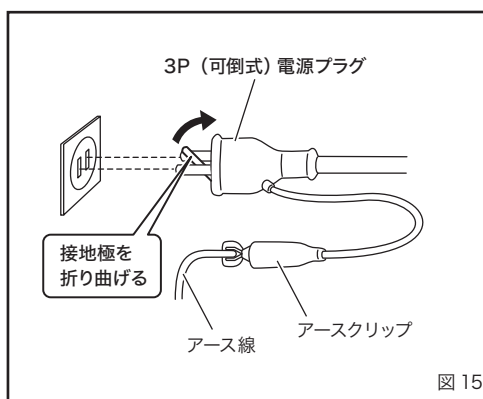

図 15
7. 使用する電源について (図 15)
- ・ アースは、接地極のある電源コンセントに 3P (可倒式) 電源プラグを差し込んで行ってください。接地極のない電源コンセントに接続するときは、接地極を折り曲げて電源コンセントに差し込み、アースクリップを使用してください。(図 15)